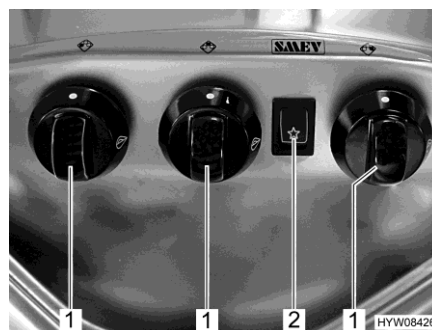

Fig. 181 Boutons de commande (réchaud à gaz)
- Tourner le bouton tournant (Fig. 181,1) du brûleur désiré en position d'allumage (grande flamme).
- Appuyer sur le commutateur à bascule (Fig. 181,2). Le brûleur produit des étincelles.